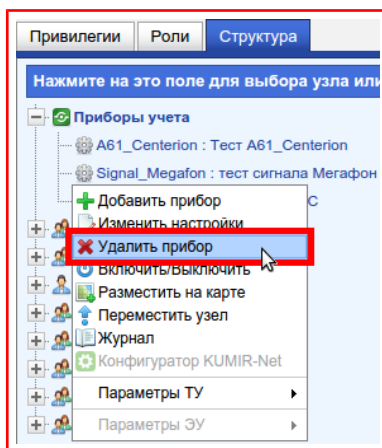

Рисунок 9.45 — Пункт «Удалить прибор»
- 2) В появившемся меню выбрать **«Удалить прибор»**, рисунок 9.45;